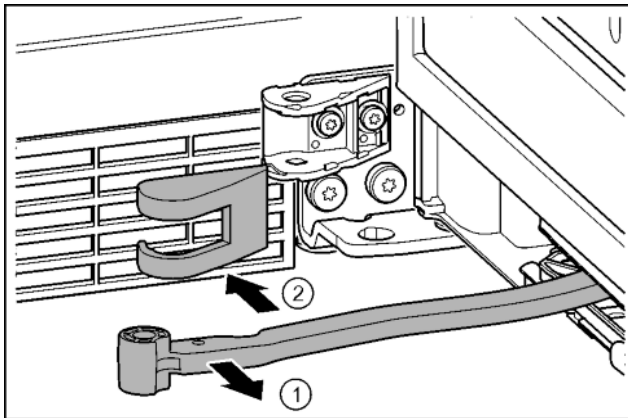

Fig. 15
- Поверніть шарнір у напрямку дверцят. Fig. 15 (1)
- Зніміть кришку опорного кронштейна. Fig. 15 (2)